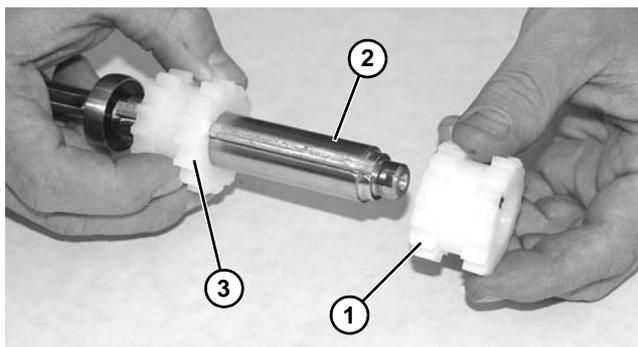

Figure 55
3. Sortir en les glissant la ou les roues dentées (**Figure 55, élément 1**) par l'extrémité du rouleau (**Figure 55, élément 2**).
4. Mesurer la position de la roue dentée fixe (**Figure 55, élément 3**), desserrer la vis de fixation et retirer la roue.